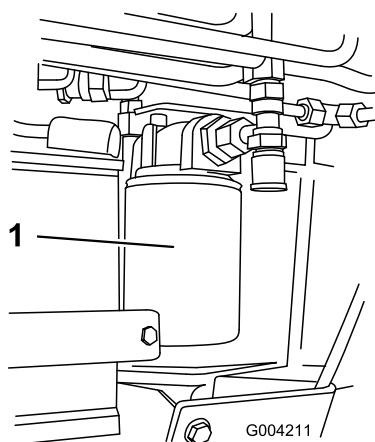

Figure 55
4. Placez un bac de vidange sous le filtre (Figure 55).
5. Enlevez le filtre à huile usagé (Figure 55) et essuyez la surface du joint de l'adaptateur.
7. Montez le filtre de rechange sur l'adaptateur (Figure 55). Tournez le filtre dans le sens horaire jusqu'à ce que le joint touche l'adaptateur, puis donnez 3/4 de tour supplémentaire.